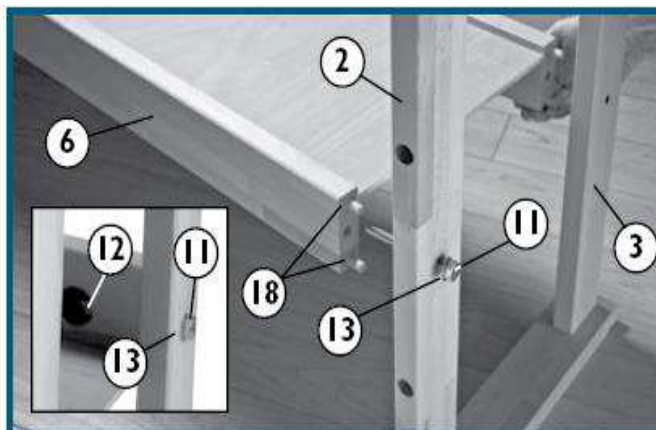

Fig. 3
**3.) Montáž podnoží 2. část - Fig. 3**